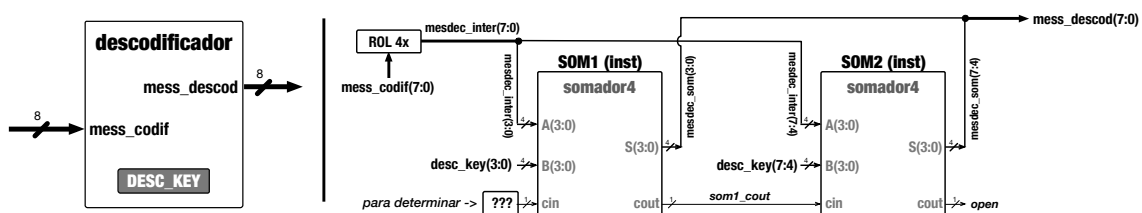

Figura 12. Descodificador: Definição do componente e logograma (implementação) parcial
Como mostrado na Figura 12, é necessário realizar em primeiro lugar a operação de deslocamento à esquerda (*rotate left* (ROL)) de 4 posições da mensagem codificada, de modo a obter o sinal interno `mesdec_inter` de 8 bits. Depois, o valor de `mesdec_inter` deverá ser somado (em complemento para dois) com o valor de `DESC_KEY`, de modo a obter o sinal interno `mesdec_som` de 8 bits. Para este efeito, é necessário instanciar dois somadores de 4-bits, i.e., `SOM1` e `SOM2`, ligados em cascata através do sinal interno `som1_cout`. No final, o valor do sinal `mesdec_som` deverá ser ligado directamente à saída do módulo descodificador (`mess_descod`).
passo 3.13, e abra o ficheiro (reveja o passo 3.10). Conforme poderá observar, o circuito está parcialmente implementado. É fornecida a definição do descodificador (i.e., “*entity*” que corresponde à Figura 12, parte esquerda), bem como a declaração de todos os sinais internos (parte direita da Figura 12) que estão apenas interligados na implementação (i.e., entre o “*begin*” e “*end Behavioral;*” na parte “*architecture*” em VHDL).
- 5.3. Complete a implementação do descodificador de modo a obter o funcionamento acima descrito. Tal como anteriormente, é necessário alterar o valor do `DESC_KEY` na linha 46 para o valor calculado na Secção 2 (i.e., pergunta 1). Depois, ainda neste ficheiro, deverá declarar o componente `somador4` antes do “*begin*” na parte “*architecture*”. Em seguida, depois do “*begin*”, ou seja, na parte da implementação, comece por realizar a operação ROL sobre a entrada `mess_codif`, de modo a formar o sinal interno `mesdec_inter`. Depois, é necessário criar duas instâncias do componente `somador4` e fazer as ligações necessárias de acordo com a Figura 12 (como exemplificado na implementação do `codificador` e nos slides da aula teórica nº12). As saídas das duas instâncias de somador (`mesdec_som`) deverão então ser ligadas à saída `mess_descod` do módulo descodificador.